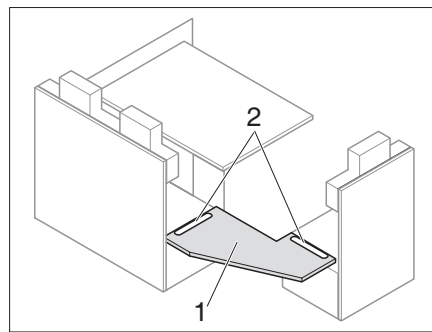
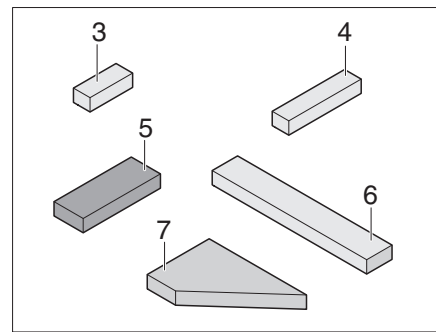
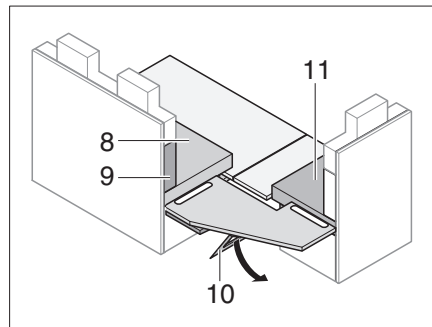
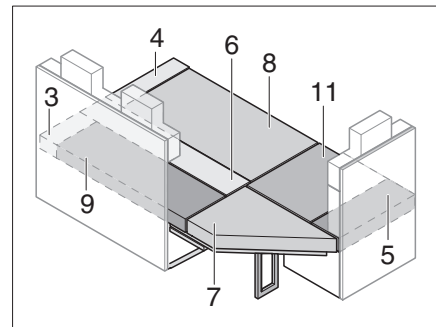

Fig. 177 Utilizar placa de refuerzo
Fig. 178 Cojín adicional
Fig. 179 Apoyar la placa de refuerzo
Fig. 180 Después de la transformación
- Insertar la placa de refuerzo (Fig. 177,1) en las ranuras (Fig. 177,2).
- Desplegar el apoyo (Fig. 179,10) debajo de la placa de refuerzo (Fig. 177,1).
- Colocar el cojín del asiento, el cojín del respaldo y los cojines adicionales como se muestra en Fig. 180 (los números de posición se refieren a Fig. 178 y Fig. 179).
- Desplegar las prolongaciones del banco (Fig. 177).